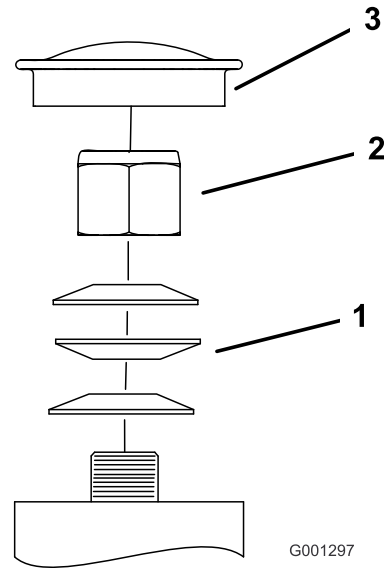

Figure 79
3. Retirez le capuchon antipoussière de la roue pivotante et serrez le contre-écrou (Figure 79).
4. Continuez de le serrer jusqu'à ce que les rondelles élastiques soient aplaties, puis desserrez-le de $\frac{1}{4}$ de tour pour obtenir la précharge correcte des roulements (Figure 79).
Important: Veillez à placer les rondelles élastiques comme montré à la Figure 79.
5. Remettez le capuchon antipoussière en place (Figure 79).